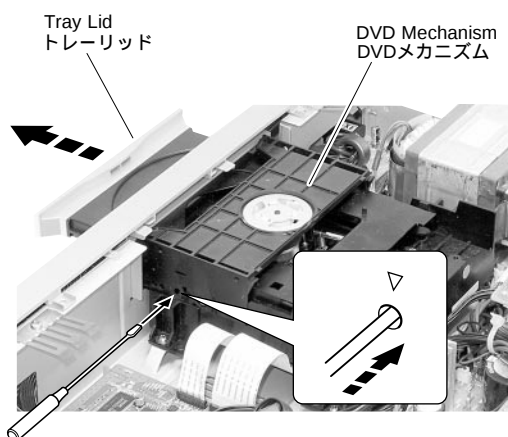

Fig. 1-1
- Insert a stick or the like into the hole in the right side of the DVD mechanism and push the lever to take out the tray. (Fig. 1-1)
- DVD メカ右横の孔から棒状のものを差し込み、レバーを押して、トレーを出します。(Fig. 1-1)
- リッドを外します。(Fig. 1-1)